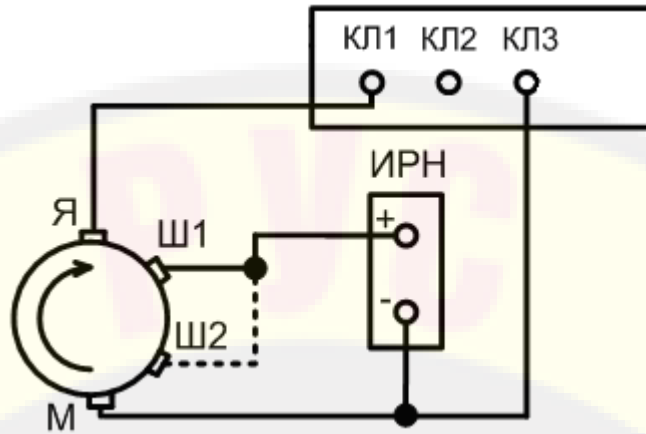

Рисунок 13 Схема подключения генераторов постоянного тока при проверках в режиме без нагрузки и номинального тока.
Соедините ремнем шкив закрепленного генератора со шкивом привода. Натяжным устройством обеспечьте натяжение ремня. Подключите генератор к стенду проводниками из состава принадлежностей, как показано на рис. 13.
- подключите генератор к стенду, как показано на рис. 13а, с помощью проводов на нагрузку около 100А, т.е. сечением 10 мм²;
Рисунок 13а Схема подключения генератора 94.3701 при проверке под нагрузкой